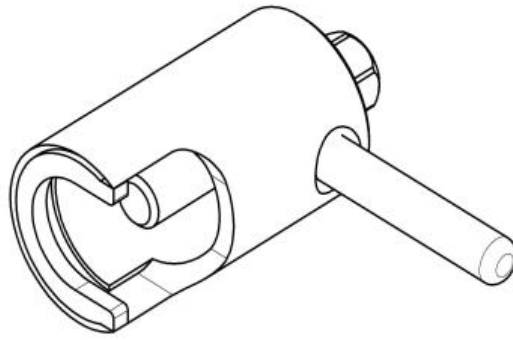

Рис. 8 Съемник крыльчатки(11000002907).
- снять крыльчатку при помощи специального съемника (см. рис. 8);